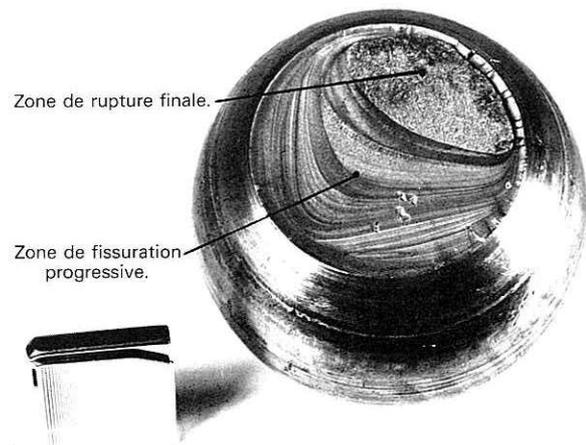

Fig. 3. Rupture de fatigue.
- deux zones d'aspects différents, l'une soyeuse et lisse, l'autre grenue ; la première se rapporte au développement d'une ou plusieurs fissures progressives, l'autre à la rupture finale brutale (fig. 3) ;